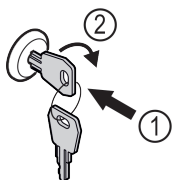

Fig. 153 Immagine a titolo di esempio
- Inserire la chiave Fig. 153 (1).
- Ruotare la chiave di 90° in senso orario Fig. 153 (2).